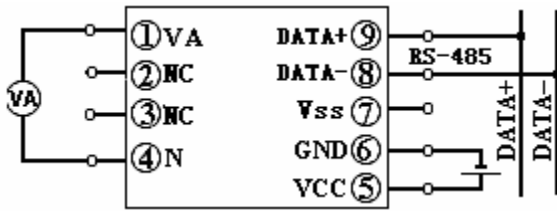
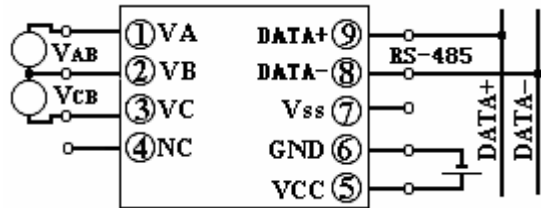
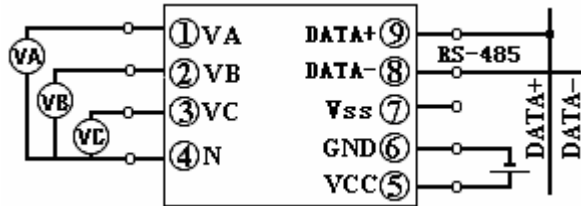

图 3.5.1 S3 型单路输入接线参考图
图 3.5.2 S3 型三相三线制(两表法)输入接线参考图
图 3.5.3 S3 型三相四线制电压输入接线参考图
3.5.4.1、S3 型单路产品接线参考图见图 3.5.1；三相三线制见图 3.5.2；三相四线制见图 3.5.3；